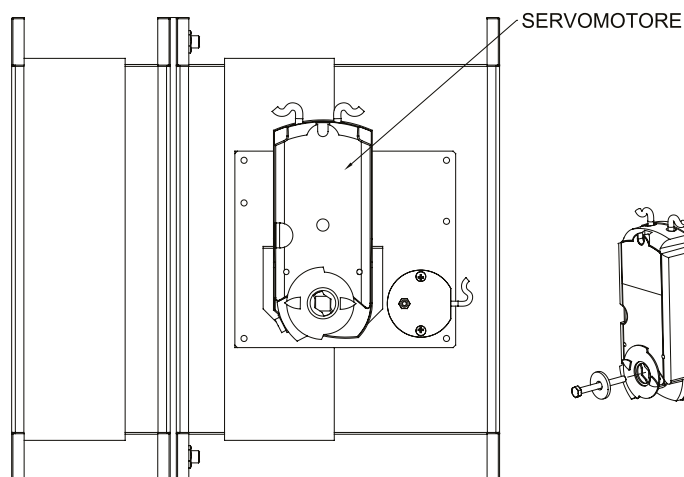

FIG. 11 Pala chiusa
- 2 - Attendere che il servomotore porti la pala in chiusura (come in FIG. 11);